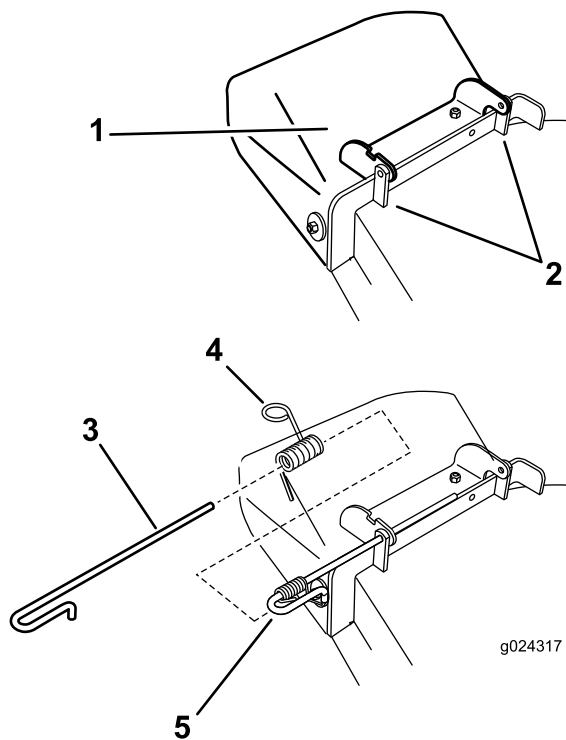

Figura 68
1. Retire la chaveta del extremo de la varilla (Figura 68).
2. Desenganche el muelle de la muesca del soporte del deflector, y retire la varilla de los soportes soldados de carcasa, el muelle y el deflector de descarga (Figura 68).
- Coloque el nuevo deflector de descarga con los extremos de los soportes entre los soportes soldados de la carcasa (Figura 68).
- Instale la chaveta en el extremo de la varilla (Figura 68).